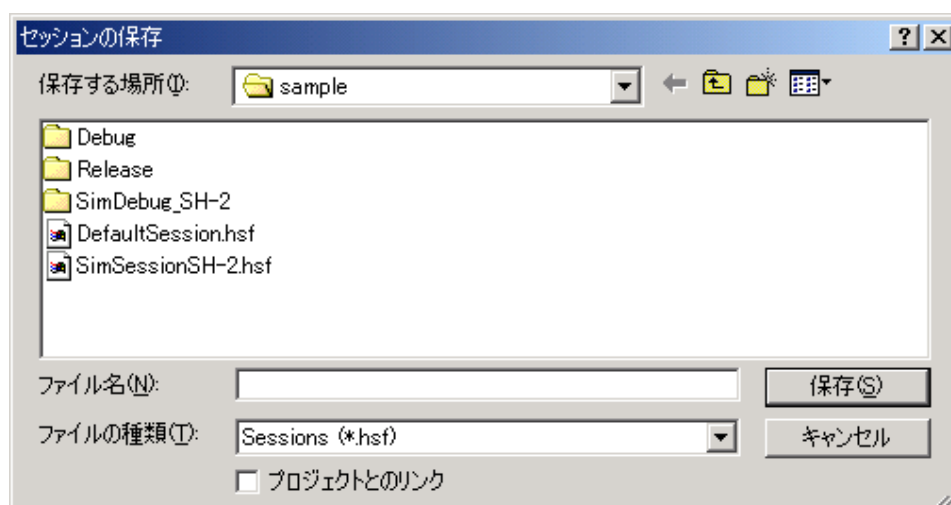

図 4.31 [セッションの保存]ダイアログボックス
3. [名前を付けて保存]ボタンをクリックしてください。[セッションの保存]ダイアログボックスを表示します(図4.31)。